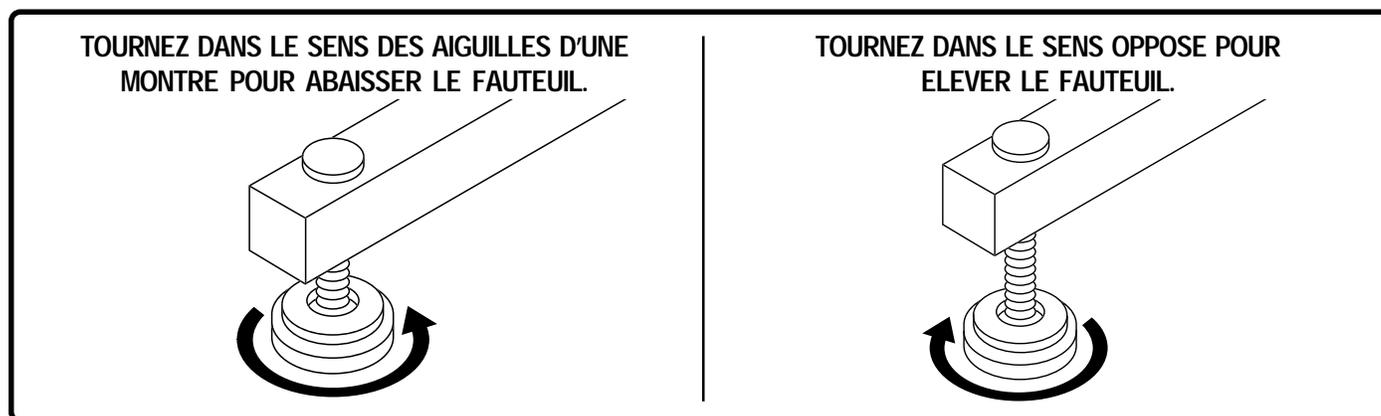

Figure 3.2 Patins niveleurs
**Patins niveleurs:** tournez manuellement pour niveler vers le haut ou vers le bas afin de stabiliser le fauteuil avant usage (Fig. 3.2).
2. Réglez les patins niveleurs pour stabiliser le fauteuil auto-souleveur (Fig. 3.2).